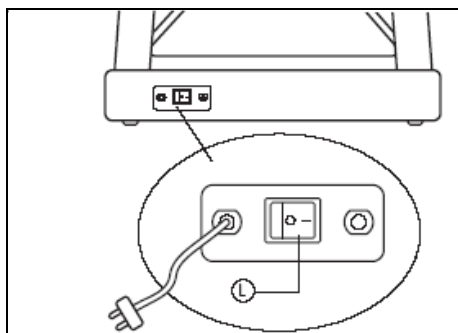

Рис. 2
Ключ безопасности (g) должен быть вставлен на место (E) рис.2, в противном случае тренажер не будет работать.